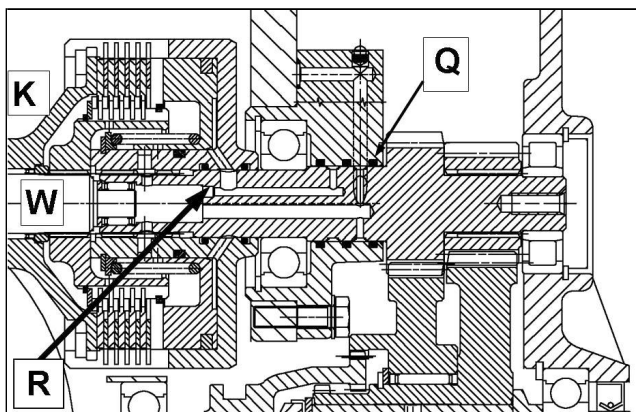

Fig.13
- mentre si effettua l'estrazione o successivamente, allentando le viti che fissano la flangia come in fig. 11, è possibile estrarre l'alberino completo come in fig. 12 ed effettuare lo smontaggio delle tenute quadring di fig.12 (part. **Q** di Fig.13) con più calma a banco.
- smontare il seeger **K** di fig.13 ;